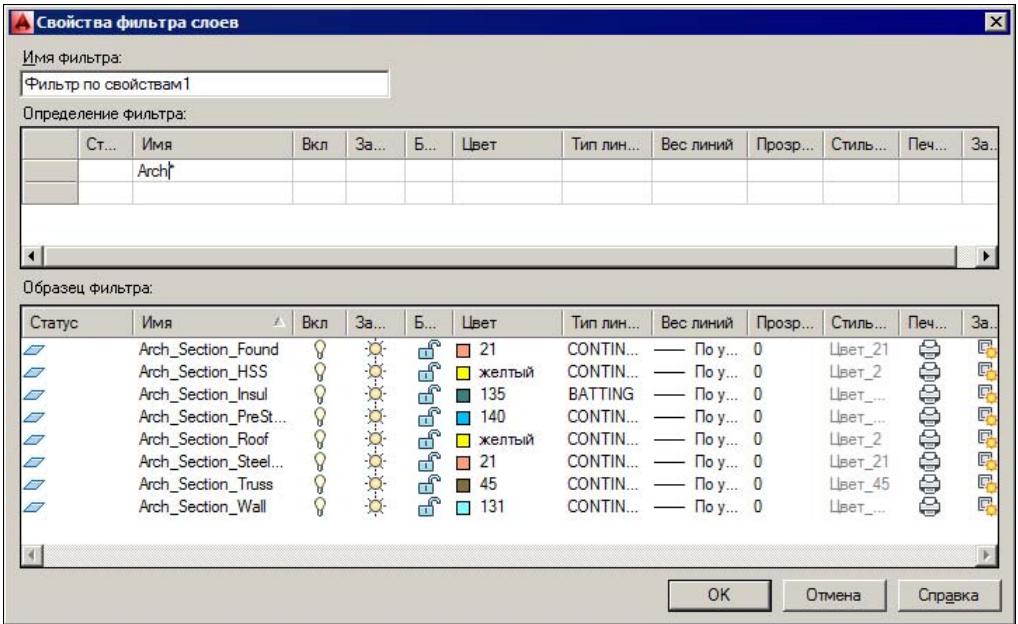

Рис. 5.23. Диалоговое окно Свойства фильтра слоев
Кнопка  диалогового окна **Диспетчер свойств слоев** (Layer Properties Manager) (см. рис. 5.17) вызывает диалоговое окно **Свойства фильтра слоев** (Layer Filter Properties) (рис. 5.23), в котором описывается фильтр по слоям с заданными свойствами.
- ◆ **Новый фильтр по свойствам (New Properties Filter)** — создание нового фильтра по свойствам (см. рис. 5.23);
- ◆ **Свойства** (Properties) — изменение настроек, только для фильтра по свойствам (см. рис. 5.23);